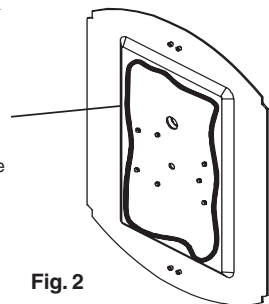

Fig. 2
- Passer le **tuyau fileté (1)** environ ¼ po dans le centre de la **Traverse (2)**.
- Insérer les **Vis (3)** dans les fentes de la traverse et fixer la traverse à votre boîte de jonction.
- Desserrez la **vis de calage (4)** qui fixe l'assemblage du **diffuseur (6)** sur le panneau arrière
- L'alimentation étant coupée, soutenir solidement l'appareil et raccorder le fil de mise à la terre vert de l'appareil au fil de mise à la terre en cuivre nu de la boîte de jonction à l'aide d'un **capuchon de connexion (7)**. (*Si l'alimentation ne comporte pas un fil de mise à la terre, consulter votre code d'électricité local et suivre les méthodes de mise à la terre conformes.*)
- À l'aide de **capuchons de connexion (7)**, raccorder le fil noir de l'appareil au fil d'alimentation noir et le fil blanc de l'appareil au fil d'alimentation blanc.
- Repliez les fils dans la boîte de connexion. Alignez le grand trou de la plaque arrière (5) sur le tuyau fileté de la barre transversale et assurez la fixation avec un **écrou et rondelle (8)**.
- Appliquez un boudin de mastic de silicone (non fourni) tout autour de la face arrière de la plaque arrière. Le boudin de mastic doit être disposé à environ ½ po (1,25 cm) des bords et constituer une couche assez épaisse pour former un sceau étanche avec la surface de montage. **Voir Fig. 2.**
- Assemblée **Diffuseur (6)** Re-intall (6) **Fixture Housing (5)** et fixer avec la vis (4)
2. Thread **Threaded Pipe (1)** about 1/4" into center of **Crossbar (2)**.
3. Insert **Screws (3)** into slots in Crossbar and attach the Crossbar to your junction box.
4. Loosen **Screw (4)** securing **Backplate Assembly (5)** from **Diffuser Assembly (6)**.
5. **With the power turned off**, hold the fixture firmly and connect the green ground wire from the fixture to the bare copper ground wire from the junction box using **Wirenut (7)**. (If house wiring does not include a ground wire, consult your local electrical code for approved grounding methods).
6. Use **Wirenuts (7)** to connect black fixture wire to the black power supply wire and white fixture wire to the white power supply wire.
7. Apply bead of silicone caulk (not provided) around entire perimeter on back side of backplate. Bead of caulk should be located approximately 1/2" in from edge and be thick enough to assure waterproof seal with mounting surface. **See Fig 2.**
8. Tuck wires into junction box. Align large hole in **Backplate (5)** over Threaded Pipe in Crossbar and secure fixture in place with **Cap nut and washer (8)**.
10. Re-intall **Diffuser Assembly (6)** to **Fixture Housing (5)** and secure with **Screw (4)**.
1. Saque los componentes del luminario y paquete(s) de piezas. Compruebe que todas las piezas estén incluidas. **Vea Fig 2.**
2. Enrosque el **Tubo Roscado (1)** a como 1/4" en el centro de la **Barra Transversal (2)**.
3. Inserte los **Tornillos (3)** en las ranuras en la Barra Transversal y ate la Barra Transversal a su caja de ensambladura.
4. Afloje el **tornillo (4)** asegurando el **conjunto de la placa posterior (5)** del **conjunto del difusor (6)**.
5. **Con la electricidad apagada**, sostenga el luminario firmemente y conecte el alambre verde de tierra del luminario al alambre de cobre descubierto de tierra de la caja de ensambladura usando un **Capuchón de Alambres (7)**. (Si el alambrado de la casa no incluye un alambre de tierra, consulte su código eléctrico local para los métodos aprobados de hacer tierra).
6. Use **Capuchones de Alambres (8)** para conectar el alambre negro del luminario al alambre negro de suministro de electricidad y el alambre blanco del luminario al alambre blanco de suministro de electricidad.
7. Appliquez un boudin de mastic de silicone (non fourni) tout autour de la face arrière de la plaque arrière. Le boudin de mastic doit être disposé à environ ½ po (1,25 cm) des bords et constituer une couche assez épaisse pour former un sceau étanche avec la surface de montage. Voir Fig. 2.
8. Repliez les fils dans la boîte de connexion. Alignez le grand trou de la plaque arrière (5) sur le tuyau fileté de la barre transversale et assurez la fixation avec un **Tuerca de sombrerete y la arandela (8)**.
10. Re-intall **Asamblea Diffuser (6)** **Fixture Housing (5)** y asegure con el **tornillo (4)**.